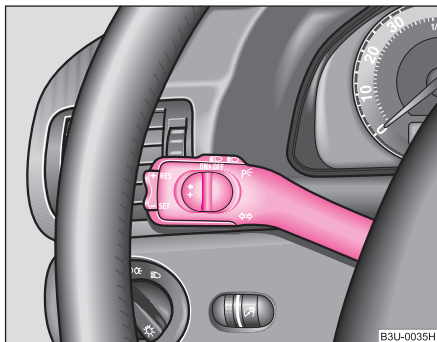

Fig. 40 Maneta de acționare a luminilor de semnalizare și a luminii de drum
- Apăsati maneta luminii de drum în față, pentru a aprinde lumina de drum ⇒ pagina 61, fig. 40.
- Apăsați maneta în sus, respectiv în jos ⇒ fig. 40.